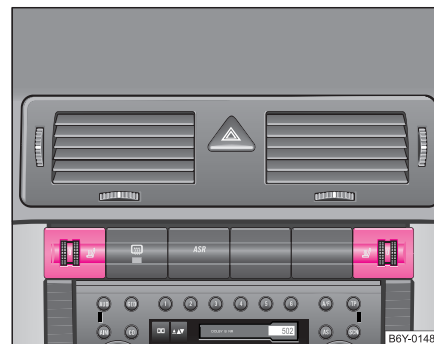

Fig. 50 Cuadro de interruptores: Regulador giratorio para el calefacción de los asientos delanteros
- Girando el correspondiente regulador giratorio ⇒ página 74, fig. 50, puede conectar y regular el calefactado del asiento del conductor o del acompañante.